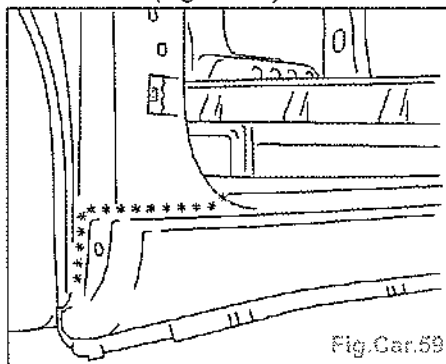

Fig. Car.59
- Dégraffer les points à l'aide d'une fraise de Ø 8 mm (Fig. Car.59).
- Souder par points électriques (Fig. Car. 59/60).
- Souder par points bouchons MAG (Fig. Car.59/60).